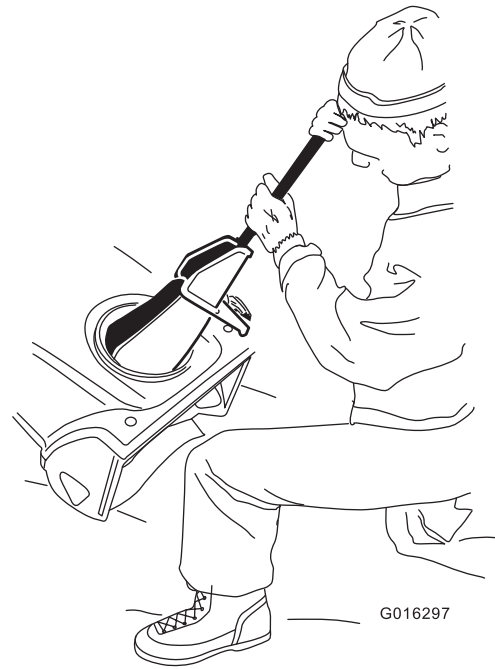

Figure 23
- Utilisez toujours un outil pour nettoyer la goulotte, jamais les mains (Figure 23).